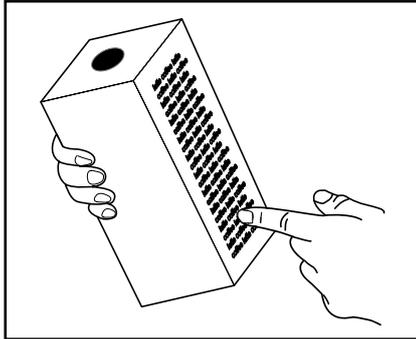

Fig. 1
- Stockez les packs de produit dans le respect de la description figurant sur le conditionnement (fig. 1).